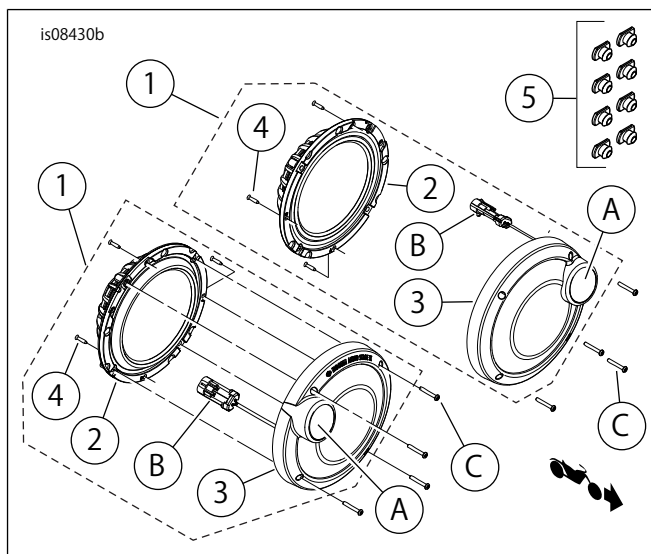

図2。交換用パーツ、Boom! オーディオステージIIリアスピーカーキット
「図2」および「表1」を参照してください。
- 「図2」を参照。アンプハーネス[36TBおよび37TB]の2ウェイオーディオコネクタを、ミッドレンジおよびツイーターのコネクタ(B)に接続します。